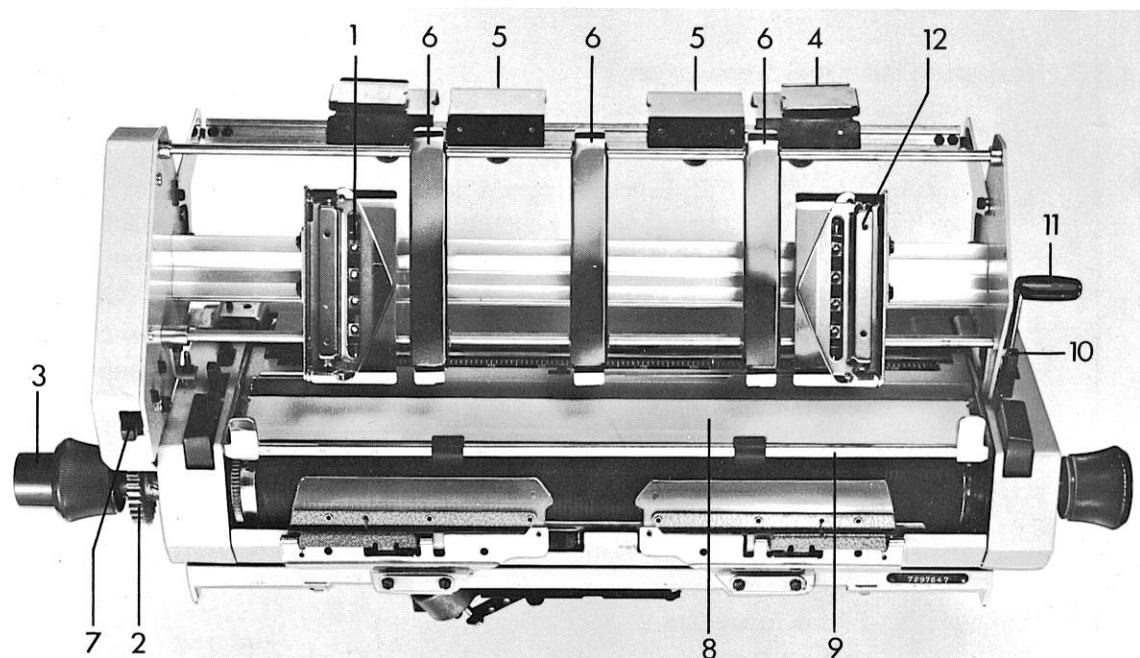

Abb. 7 EFS-Einrichtung
Für den **Papiertransport** ist die EFS mit einer Stacheltransporteinrichtung ausgerüstet, welche aus zwei parallel und zueinander **synchron** laufenden Stachelbändern, den **Traktoren**, besteht (siehe Abb. 7).
4.8.2 Aufbau des EFS (Abb. 7)